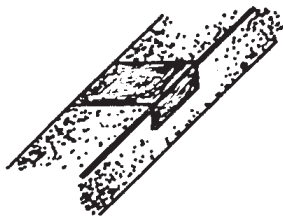

Figura 6
- Marca en uno de sus cantos el ancho de uno de los extremos del travesaño y en su cara inferior la mitad del grueso del travesaño (figura 6).